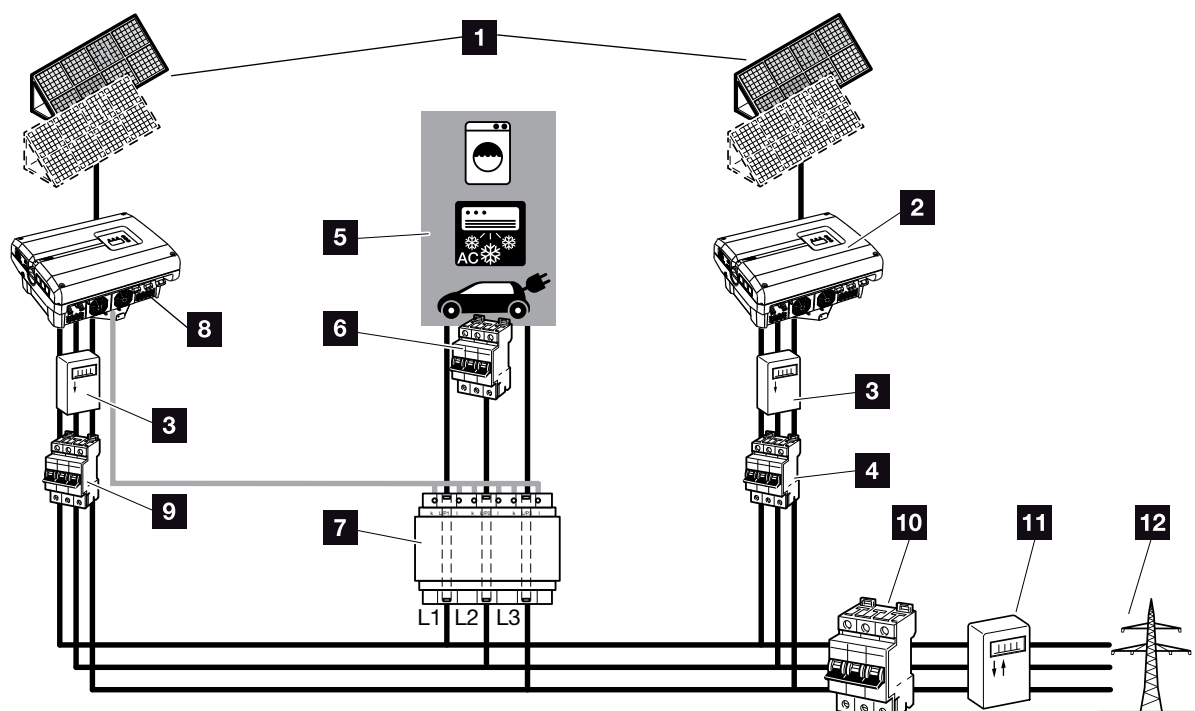
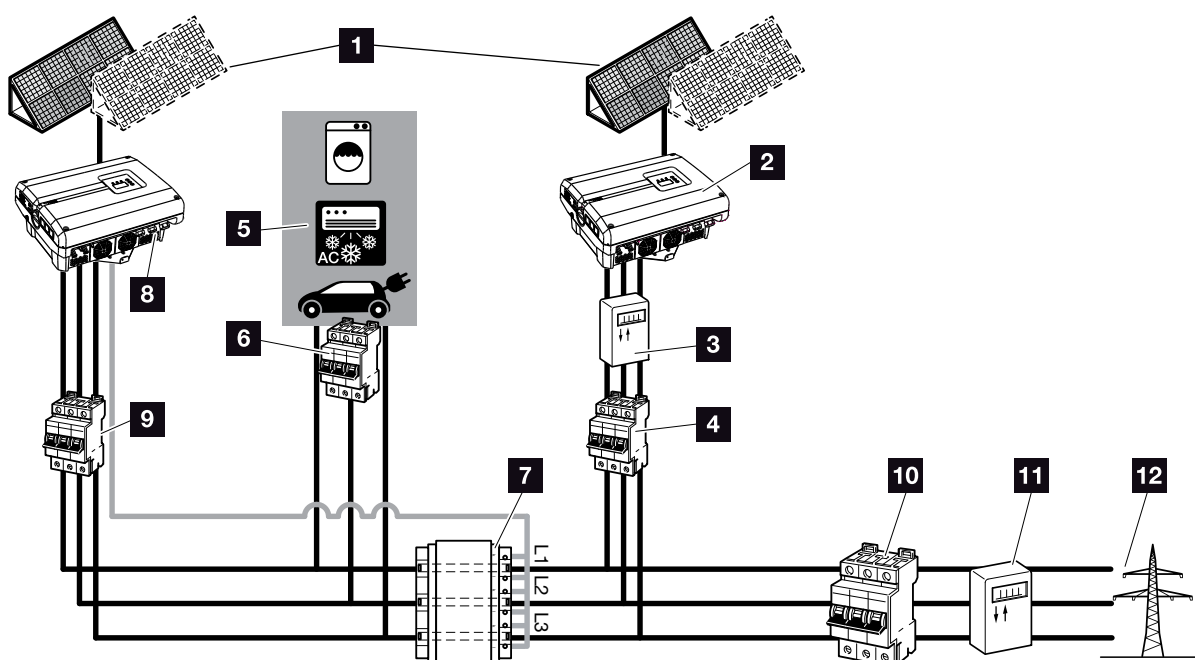

图 78：连接多个逆变器 - 电流传感器位置模式 1 - 家庭消耗数据 (自 PIKO 4.2 起可用)
图 79：连接多个逆变器 - 电流传感器位置模式 2 - 电网消耗数据 (自 PIKO 4.2 起可用)
2. 如图 ☑ 图 78和图 79 所示，将逆变器集成到系统中，并正确连接它们 ⚠